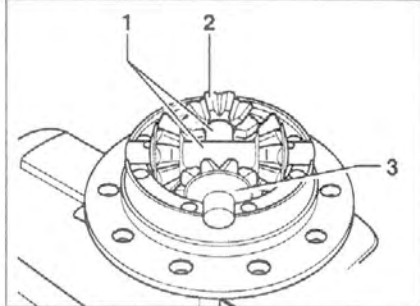

Рис. 5.121. Извлеките крестовину вместе с сателлитами и упорными прокладками или индивидуальные валы 1 с сателлитами 2 и упорными прокладками 3 из корпуса.
5. Извлеките крестовину вместе с сателлитами и упорными прокладками или индивидуальные валы 1 с сателлитами 2 и упорными прокладками 3 из корпуса (рис. 5.121).
9. Установите крестовину вместе с сателлитами и упорными прокладками или индивидуальные валы 1 с сателлитами 2 и упорными прокладками 3 в корпус (рис. 5.121).